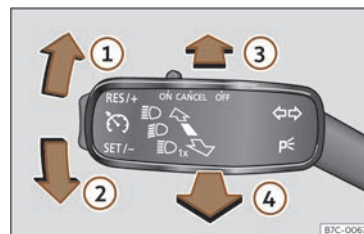

Fig. 89 Palanca d'intermitents i de llum de carretera.
- Des de la posició base, premeu cap endavant la palanca dels intermitents i llum de carretera »» » **fig. 89 ③**.
- **O BÉ:** amb el llum de carretera connectat, estireu cap enrere la palanca dels intermitents i del llum de carretera »» » **fig. 89 ④**.